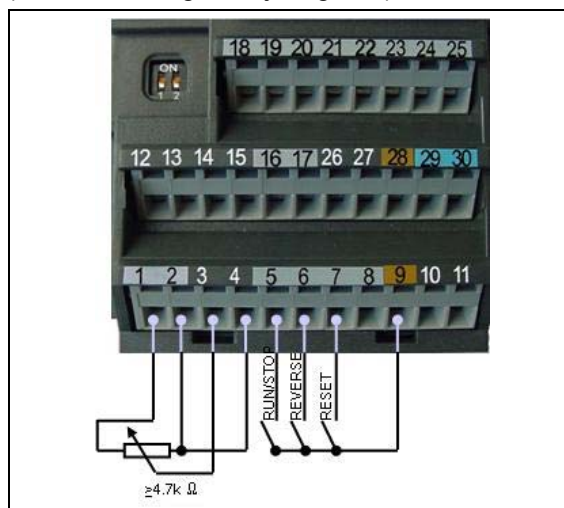

Fig. 3-1 Entradas analógicas e digitais
- Fonte de comandos P0700 = 2 (Entrada digital, veja Fig. 3-1)
- Fonte de setpoint P1000 = 2 (Entrada analógica, veja Fig. 3-1)